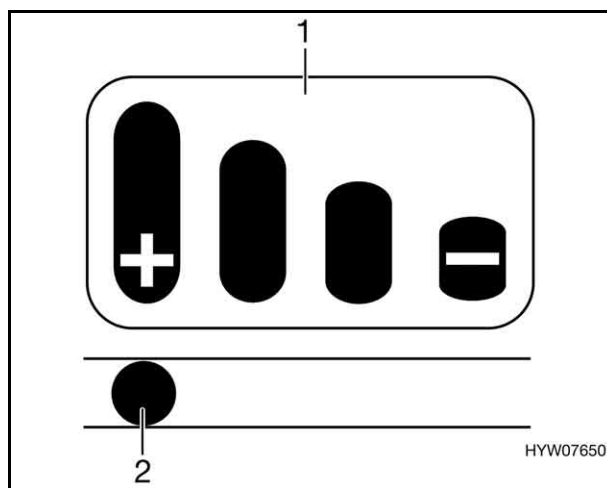

Fig. 116 Indicatore di usura
Sulla maniglia del gancio è montato un indicatore di usura (Fig. 116) con un grafico a barre (Fig. 116,1).
- Se il perno (Fig. 116,2) nel foro ovalizzato si trova sulla marcatura "+", le guarnizioni di attrito sono ancora nuove.